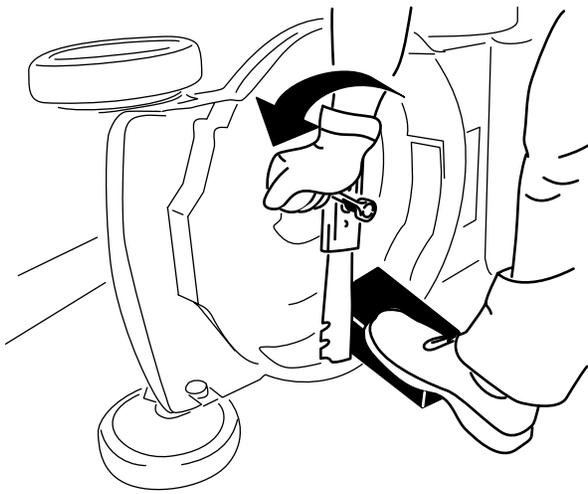

Figure 29
- Immobilisez la lame avec un morceau de bois (Figure 29).
4. Déposez la lame mais conservez les fixations (Figure 29).